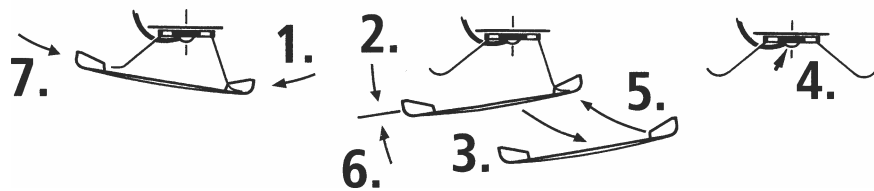
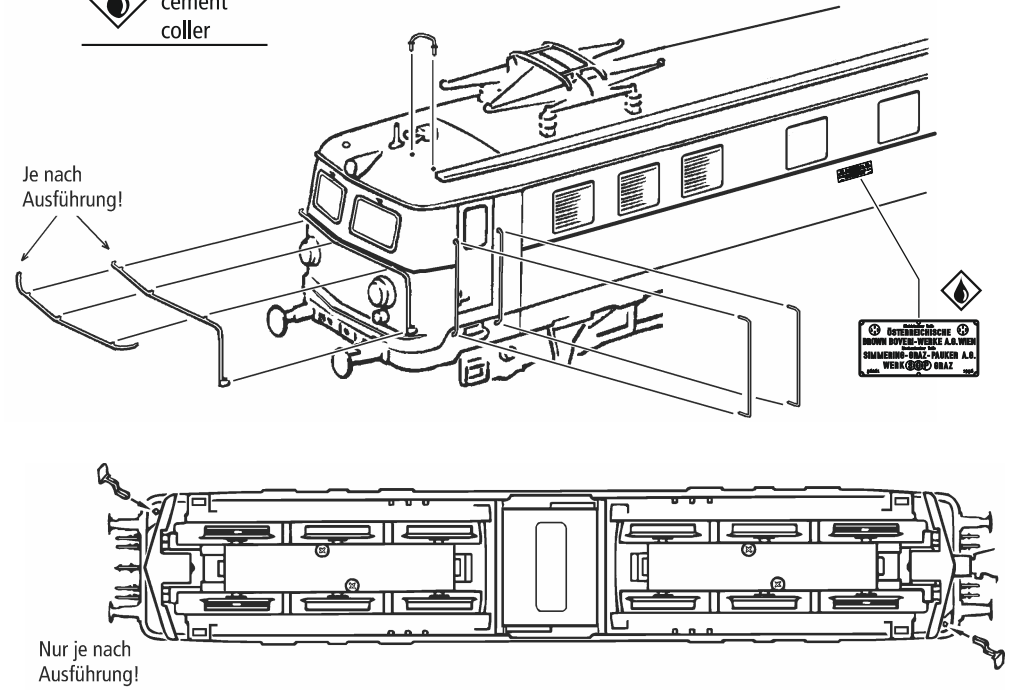

Fig. 10
Fig. 3
4. Kohlebürstenwechsel: Lokgehäuse abnehmen (Fig. 3). Danach wird der **Motor ausgebaut** und die **Kohlebürsten ausgewechselt** (Fig. 10).
2. Graissage: N'appliquez **qu'une toute petite goutte** aux endroits indiqués par le plan de graissage (fig. 9) après avoir démonté la caisse de votre locomotive (fig. 3). Nous vous recommandons le **graisseur à huile ROCO réf. 10906**. Pour graisser les engrenages (roues dentées, vis sans fin - fig. 6) nous vous conseillons la **graisse spéciale Roco ref. 10905** pour engrenages en matières synthétiques. Lorsque vous utilisez cette graisse il faut éviter d'huiler ces composants.
4. Remplacement des balais du moteur: Démontez la caisse (voir fig. 3). Démontez ensuite le moteur et échangez le balais (fig. 10).
2. Lubrication: Apply **tiny oil drops** to spots marked in fig.9 . Prior to lubrication dismantle locomotive (fig. 3). We recommend using item no 10906, Roco oiler. For lubrication the gear-parts (e.g. cog-wheels, worm - fig.6) we would recommend our Roco **special grease** (item No. 10905).
4. Carbon Brush Changing: First **remove** loco body (fig. 3), and then the **motor** (fig.10).
1. siehe } Fig. 3 + 10
voir } Fig. 3